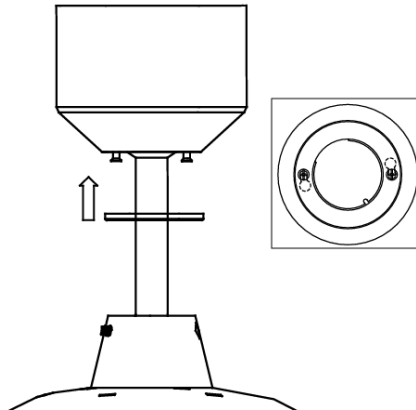

Abb. 6
1. Die Deckenhalterung mit der Canopy-Abdeckung abdecken. Nachdem Sie sich vergewissert haben, dass alle elektrischen Kabel im Canopy (Baldachin) stecken und bei der Ausführung dieses Schritts nicht beschädigt wurden, den Canopy (Baldachin) fest anschrauben **Abb.6**
Abschließend die Abdeckung des Canopy durch Festziehen der Schrauben in Uhrzeigerichtung sichern. **Abb.6**